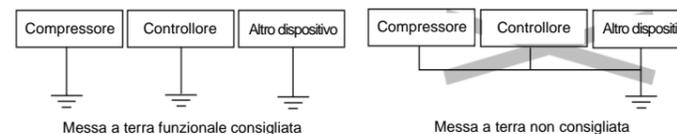

Figura 6
- Il punto di messa a terra deve essere vicino a questo controllore per ridurre la lunghezza dei fili. Vedi Figura 6. di seguito come riferimento.